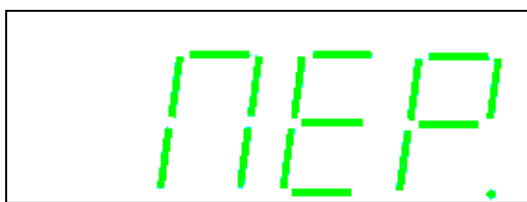

Рис. 4.2. Сообщение о переполнении допустимого диапазона параметра
*При переполнении верхнего предела измерения интервала времени прибор вместо соответствующего числового представления отобразит сообщение «ПЕР.» как показано на рис. 4.2.*